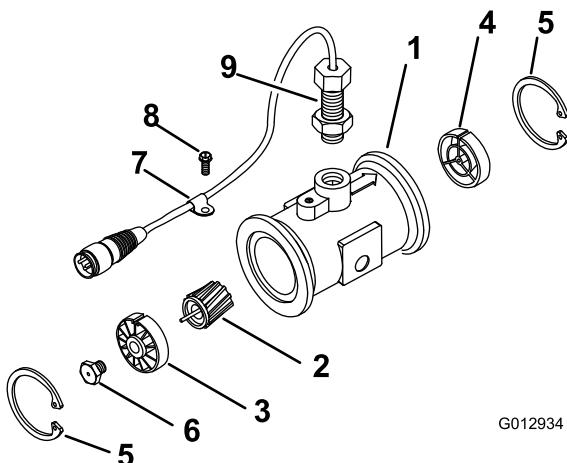

Figura 11
- Retire o anel de retenção do lado superior (Figura 11).